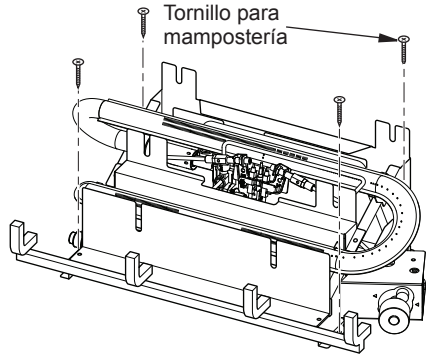

Figura 13 - Instalación de la base en el suelo de la chimenea
2. Marque las ubicaciones de los tornillos a través de los orificios de la abrazadera de montaje (consulte la Figura 13, página 49). Si lo instala en una chimenea con la parte inferior de ladrillo, marque las ubicaciones de los tornillos en la unión de mortero de los ladrillos.
5. Aplique un poco de sellador para uniones de tuberías a las roscas de ajuste. Conecte una manguera flexible para gas aprobada a un regulador de gas del calentador (consulte la Figura 13).
6. Fije la base ensamblada al piso de la chimenea mediante dos tornillos para mampostería (en el paquete de aditamentos (consulte la Figura 13)).